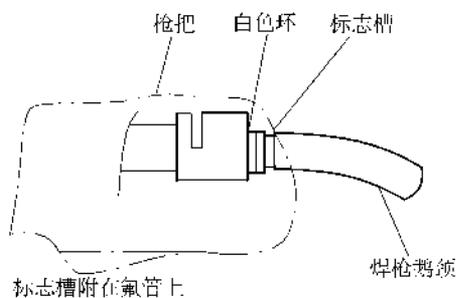

图 15-25 标志槽装入枪把外壳
⑬关于内送丝软管的装卸方法。在焊枪的鹅颈内,装有一个内送丝软管,如图 15-25 所示。